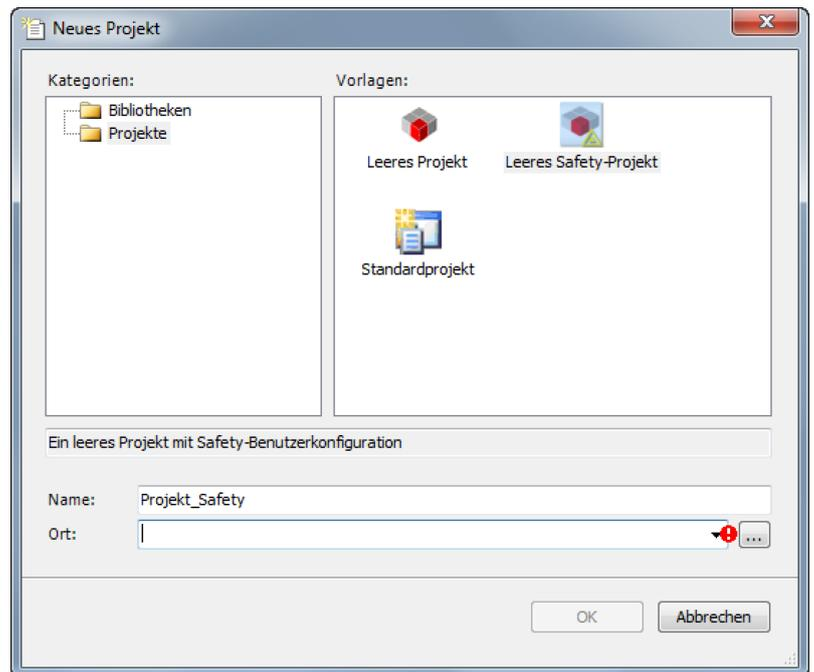

Abb. 16: Dialog 'Neues Projekt'
2. ➤ Im Dialog „*Neues Projekt*“ (siehe Abb. 16) ein „*Leeres Projekt*“, oder „*Leeres Safety-Projekt*“ (leeres Projekt mit Template für Safety-Benutzerverwaltung) auswählen und Schaltfläche „OK“ aktivieren.